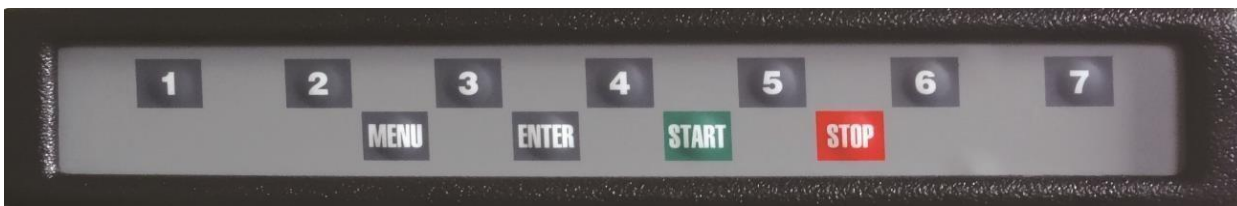

рис.8.1.
a. Описание клавиатуры. Данная модель СБ имеет клавиатуру, состоящую из 11 кнопок, расположенных в два ряда (рис. 8.1). Верхний ряд из семи кнопок, пронумерованных от 1 до 7 и имеющих разное функциональное назначение, которое указывается в каждый момент на изображении кнопок в нижней части экрана монитора. Четыре кнопки нижнего ряда имеют постоянное функциональное назначение: кнопка "МЕНЮ» для входа в режим меню, кнопка "ENTER" для ввода в память различных параметров, кнопка "СТАРТ» для запуска вращения вала, кнопка "СТОП» для выхода из различных режимов в основной рабочий режим и для экстренной остановки вала СБ.